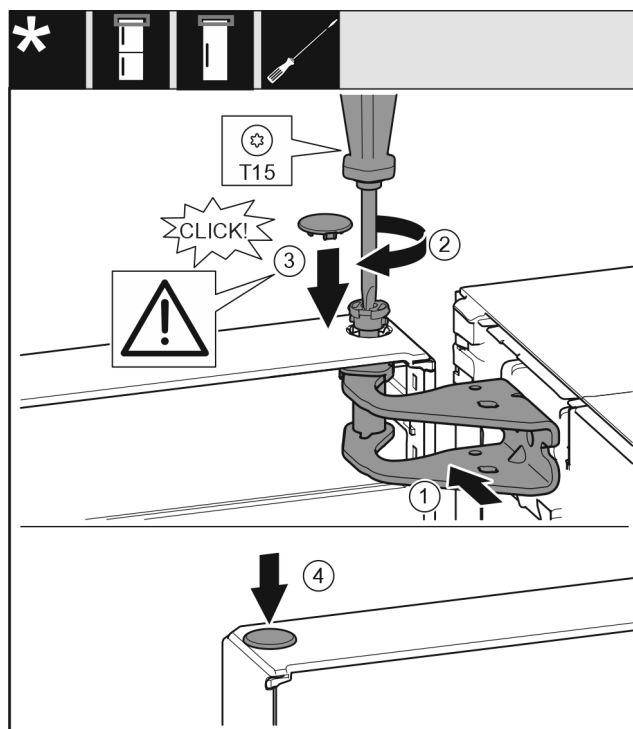

Fig. 23
- Igazítsa be az ajtót fent a csapágybak Fig. 23 (1) nyílásához.
- Helyezze be a csapszeget Fig. 23 (2), és húzza meg csavarhúzóval.
- Helyezze be a fedelet Fig. 23 (3).
- Ellenőrizze, hogy a fedél Fig. 23 (3) felfekszik-e az ajtóra.
- Helyezze be a fedelet Fig. 23 (4).